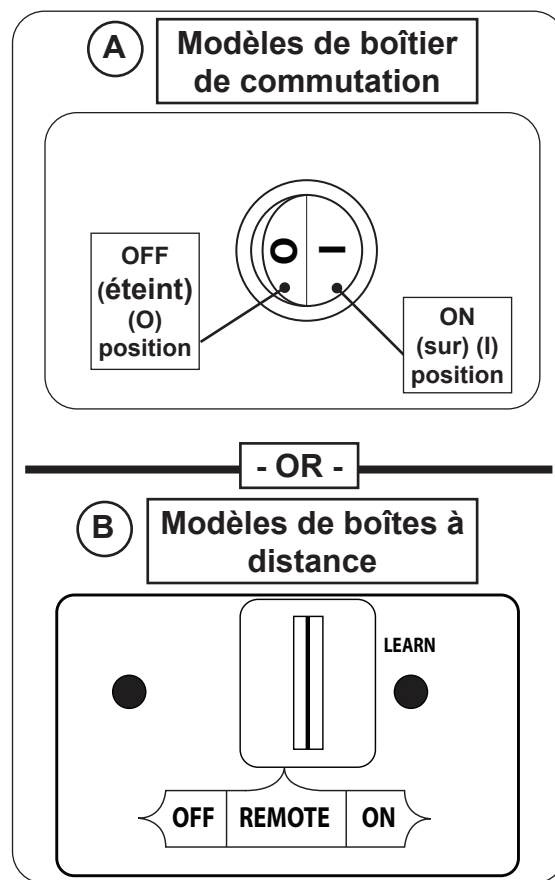

Fig. 45-1 Opération manuelle
2. Localisez l'interrupteur ON/OFF (sur/éteint) à l'avant du boîtier de commutation et/ou l'interrupteur à 3 positions sur le récepteur à distance (le cas échéant), et appuyez/faites glisser jusqu'à la (les) position(s) **OFF** (éteint) (voir Fig. 45-1).
3. **Modèles de boîtier de commutation:** Appuyez sur l'interrupteur ON/OFF (sur/éteint) à la position **ON** (sur) (**I**) (Fig. 45-1, A).
Modèles de boîtes à distance: Faites glisser l'interrupteur à 3 positions **ON** (sur) (Fig. 45-1, B).